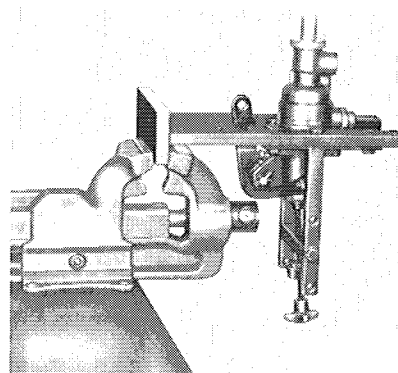

Abb. 3
b) Vor dem Ausbau der Trägerplatte (29) ist es zweckmäßig, die Lage der Geräteanschlüsse zum Oberteil und zur Trägerplatte, des leichteren Zusammenbaues wegen zu kennzeichnen.
c) Bremsventil mit der Spannplatte in der im Schraubstock des Prüfstandes eingespannten Spannvorrichtung befestigen. (siehe Abb.3)
a) Kappe (16), Dichtring (15), Druckfeder (14), Ventil (13) und Dichtring(e) (12) ausbauen.
b) Meßbuchse So.-Wzg. 018 mit Meßdorn So.-Wzg. 023 bis zum Anschlag ins Bremsventil eindrehen. (siehe Abb. 3)
- a) Ventil (13) und einen Dichtring (15) mit der gummierten Fläche nach unten ins Bremsventil einsetzen.
- b) Meßbuchse So.-Wzg. 018 mit Meßdorn So.-Wzg. 023 bis zum Anschlag ins Bremsventil eindrehen. (siehe Abb. 3)